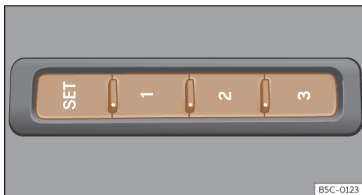

Fig. 95 En el lateral exterior del asiento del conductor: teclas de memoria.
- Pulse la tecla **SET** durante más de 1 segundo >>> **fig. 95**.